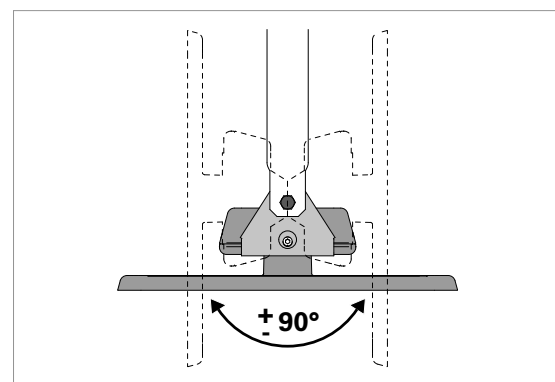

Fig. 8: Leuchte ausrichten.
- ▶ Richten Sie die Leuchte aus, siehe Fig. 8.